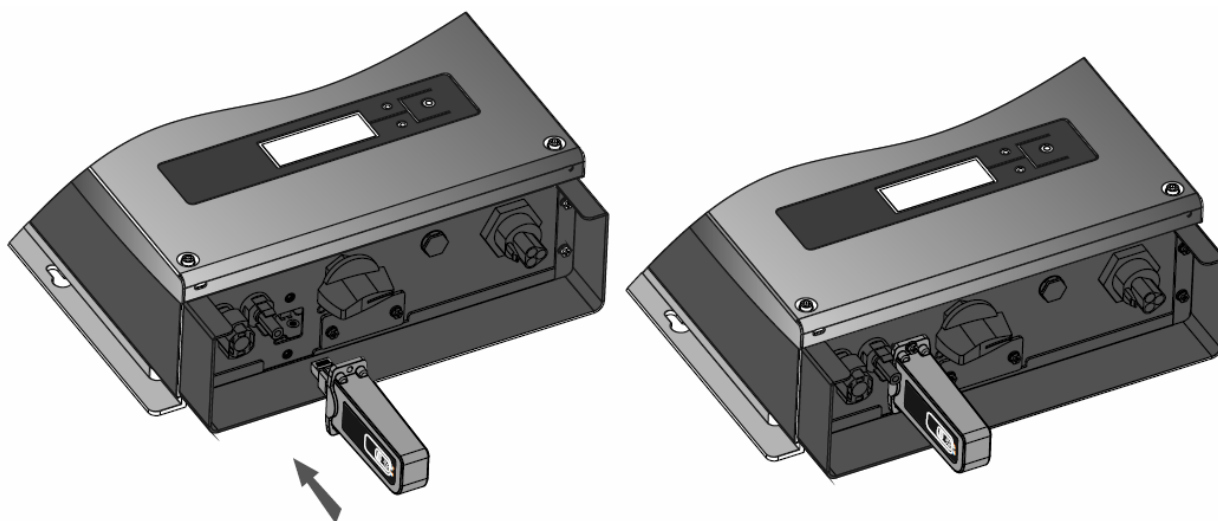

Рисунок 3.
2. Вставьте Wi-Fi-модуль в разъем инвертора и закрепите модуль винтами (Рисунок 3).